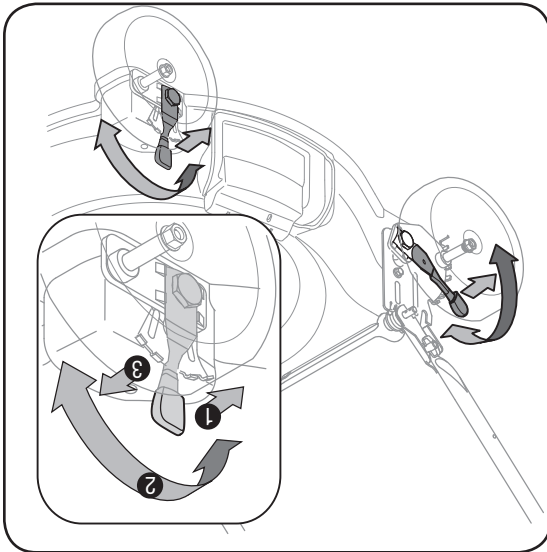

Figure 3-6
- a. Glissez le sac sur l'armature (côté en plastique noir sur le dessous). Enfoncez les crochets de l'armature dans les trous des glissières en plastique du sac à herbe. Voir la Figure 3-6.
- b. Attachez le sac sur l'armature en accrochant les glissières sur l'armature, comme à la Figure 3-6. Toutes les glissières en plastique, sauf celle du dessus du sac, s'accrochent de l'extérieur du sac. Le haut du sac s'attache de l'intérieur de celui-ci.